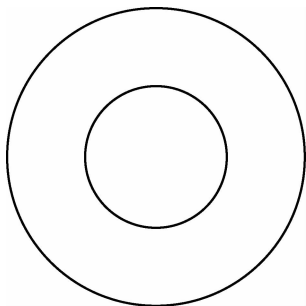

图 5-14 绘制半径为 150 mm 的圆
(2)使用偏移命令绘制出半径为 150 mm 的圆,如图 5-14 所示。